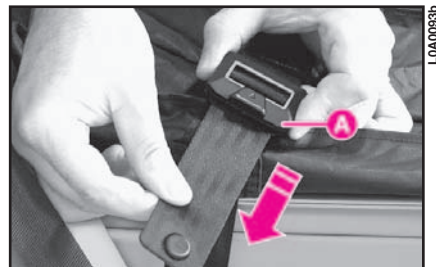

fig. 209
2) Stringere la cinghia tirandone l'estremità, mentre si trattiene la fibbia A (fig. 209).